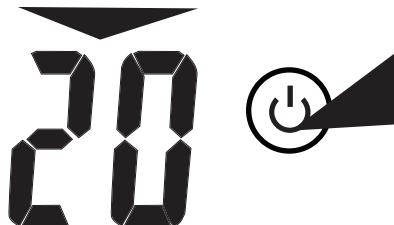

Рис. 10
- Выберите первую цифру предельного значения веса (10) короткими нажатиями на кнопку  (6) (Рис. 10);